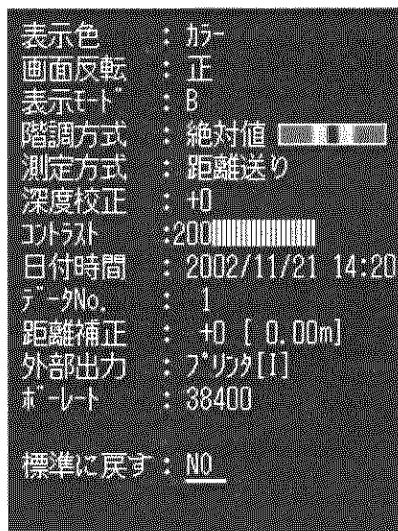

図3-9 パラメータ設定画面
測定停止状態のときに、**4SET** キーを押すと画面が図3-9のように切り替わり、各種設定の変更ができるようになります。もう一度、**4SET** キーを押すと測定画面に戻ります。
- 図3-9パラメータ設定画面に切り替える